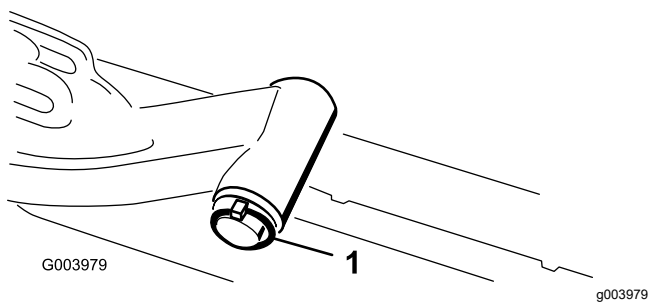

図 11
- A. 昇降アームのピボットシャフトを昇降アームに固定しているリンチピンとワッシャを外し、昇降アームからピボットシャフトを抜き出す **図 11**。
C. 昇降アームのシャフトを昇降アームに通して、ワッシャとリンチピンで固定する **図 11**。